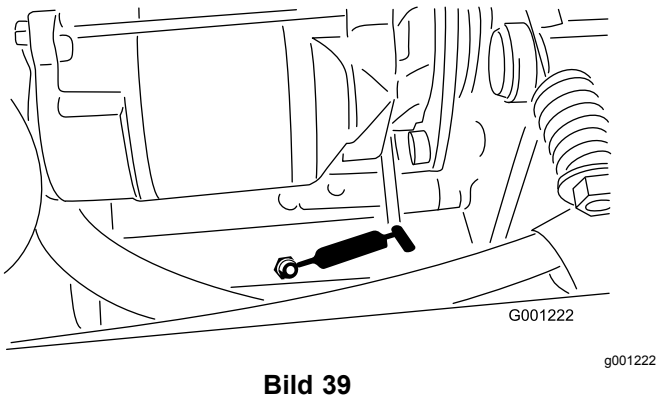

Bild 39
- Drehzapfen für Zapfwellenspannung (Bild 39)
- Hinteres Zapfwellenlager (Bild 39)